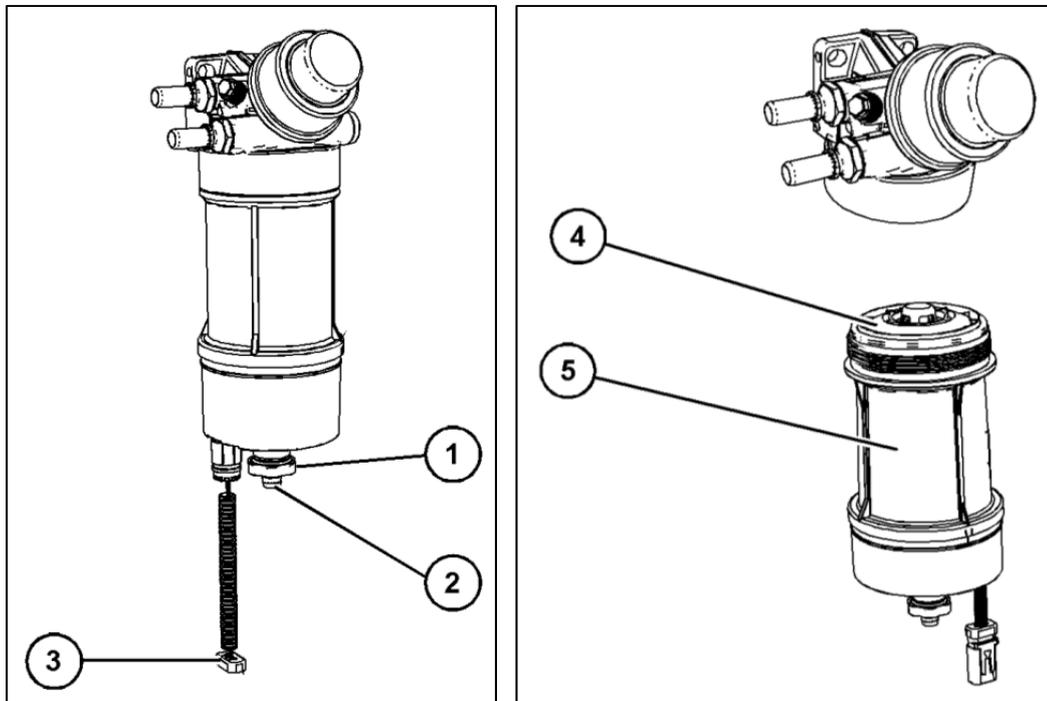

Рис. 35d- Первичный фильтр топливной системы (водоотделитель) - Снимите элемент
3. Установите подходящую трубку на дренаж 2 (рис. 35d). Откройте сливной клапан 1 (рис. 35d). Полностью поверните сливной клапан против часовой стрелки. Требуется два полных оборота.
5. Выньте трубку из сливного отверстия 2 (рис. 35d)
6. Отсоедините жгут проводов от соединения 3 (рис. 35d).
7. Поверните чашу фильтра 5 (рис. 35d) против часовой стрелки и извлеките чашу фильтра 5 (рис. 35d) из узла.
8. Снимите фильтрующий элемент 4 (рис. 35d). Очистите чашу фильтра 5 (рис. 35d).
3. Совместите чашу фильтра 5 (рис. 35d) с узлом. Поверните чашу фильтра 5 (рис. 35d) вручную по часовой стрелке. Вращайте чашу фильтра 5 (рис. 35d) до тех пор, пока не исчезнет видимый зазор между элементом, чашей фильтра и узлом.
5. Установите жгут проводов на соединение 3 (рис. 35d).